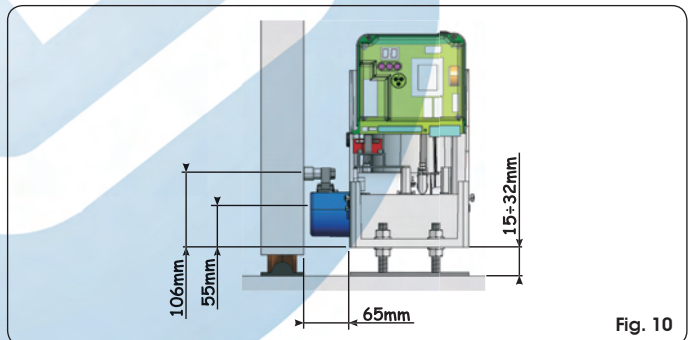

Fig. 10
- ⑤ Regule la altura de las patas y la distancia de la cancela tomando como referencia la Fig. 10.